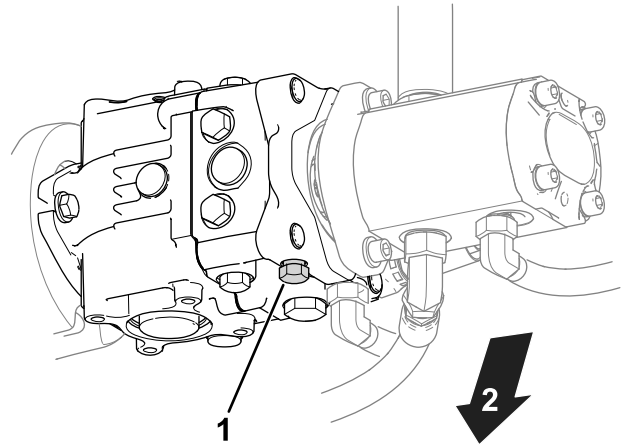

Figure 34
1. Trouvez la vanne de dérivation sur la pompe (Figure 34).